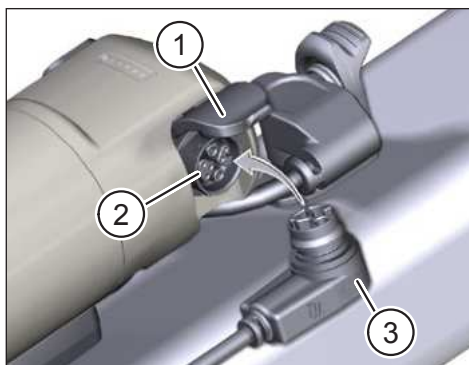

Fig. 3: Caricare il Range Extender
- Aprire il coperchio (punto 1 in Fig. 3) della presa di ricarica del range extender.
- Controllare che i contatti nella presa di ricarica (punto 2 in Fig. 3) siano privi di sporcizia e pulirli se necessario.
- Inserire la spina di ricarica (punto 3 in Fig. 3) del Charger nella presa di ricarica del range extender.